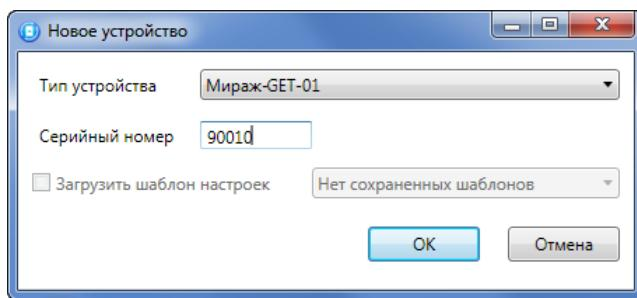

Рисунок 4.5 – Окно *Новое устройство*
- В открывшемся окне *Новое устройство* (см. рисунок 4.5) задайте необходимые параметры и нажмите кнопку *OK*: